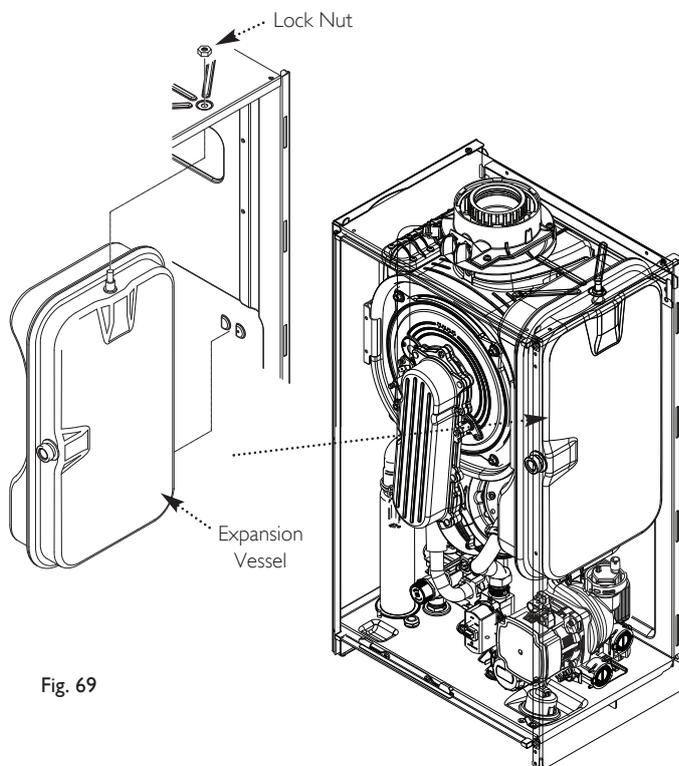

Fig. 69
13.21 Expansion Vessel (Fig. 69)